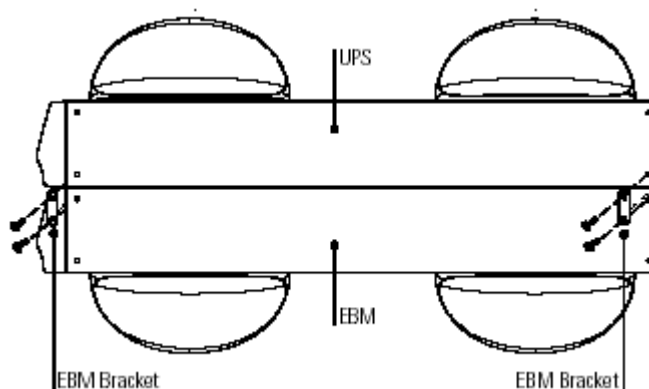

Рисунок 11. Установка кронштейнов ВБМ (вид сверху, ножки уже установлены)
9. Совместите каждый ВБМ кронштейн с соответствующими угловыми отверстиями для винтов и закрепите при помощи поставляемых винтов (см. рис. 11).